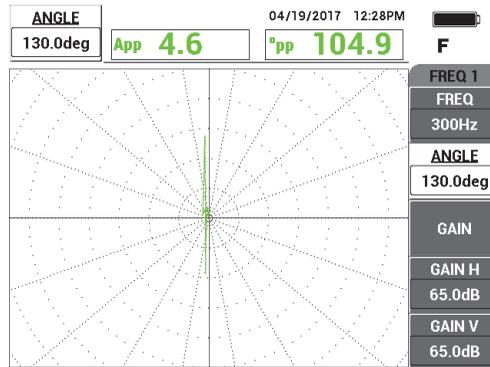

Figure 5-228 Réglage de la phase du signal
- Appuyez sur la touche ANGLE () , et puis tournez la molette jusqu'à ce que le signal du trou soit orienté verticalement (voir la Figure 5-228 à la page 306).